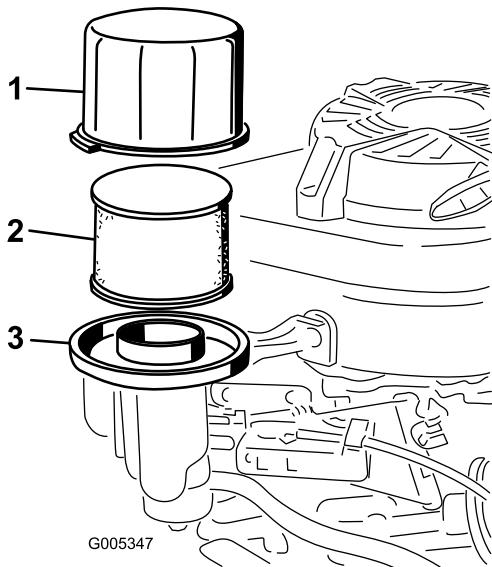

Figure 21
3. Déposez le couvercle et nettoyez-le soigneusement (Figure 21).
4. Sortez le préfiltre en mousse et l'élément filtrant en papier de la base du filtre à air (Figure 21)